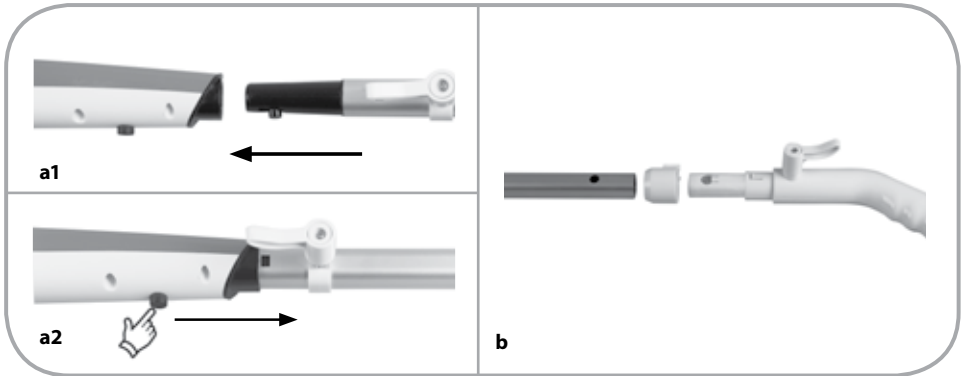

Abb. 1
- Das Gerät nach **Abbildung 1.** zusammenbauen und dann den entsprechenden Aufsatz montieren.